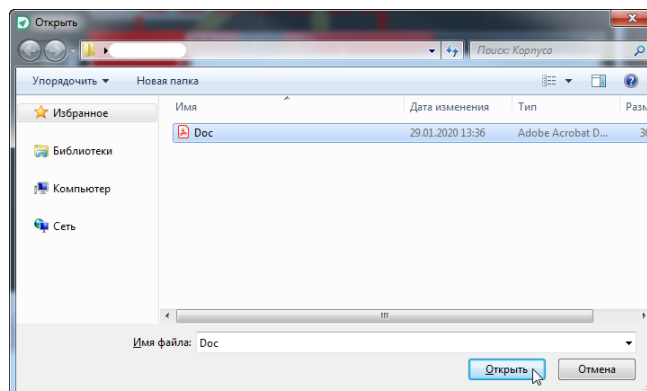

Рис. 328 Окно проводника
5. Выберите нужный файл в отобразившемся окне проводника MS Windows, см. Рис. 328.